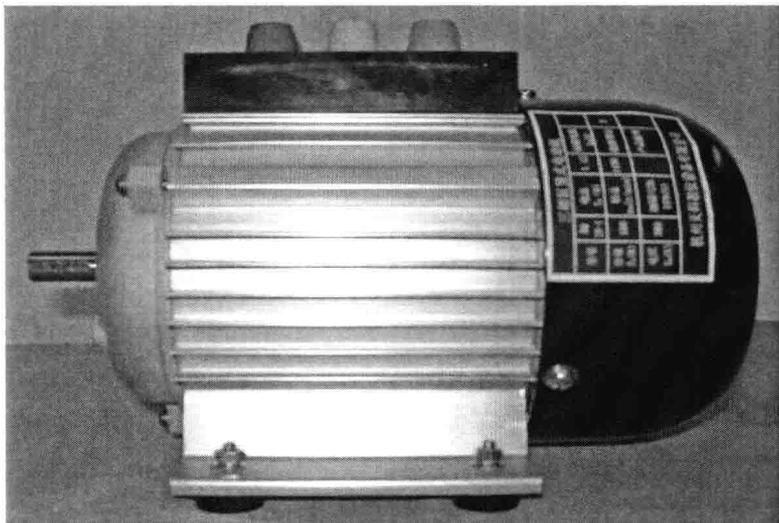

图 1-1 三相笼型电动机
- (1) 掌握三相异步电动机的内部结构和工作原理。
- (2) 三相笼型电动机（见图 1-1）的拆装。